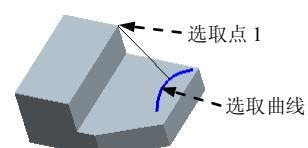

图 8.1.8 点到曲线的距离
Step9. 测量点到曲线的距离，如图 8.1.8 所示。操作方法参见 Step3。